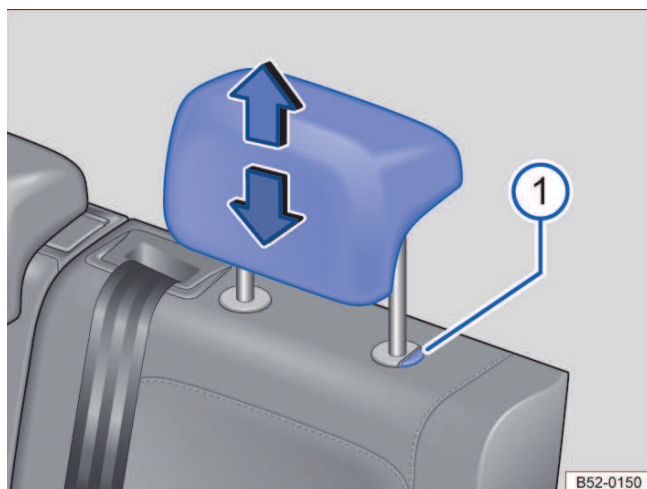

Fig. 69 Apoio para cabeça traseiros: ajustar.
- Deslocar o apoio para cabeça para cima ou para baixo na direção da seta com o botão → Fig. 69 ① pressionado → ⚠️ em *Introdução ao tema* na página 84.